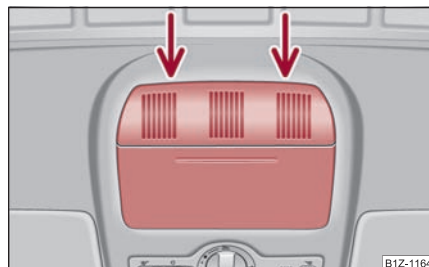

Abb. 46 Ausschnitt des Dachhimmels: Ansatzpunkte des Schraubendrehers
- Setzen Sie einen Schraubendreher mit der flachen Klinge vorsichtig an der hinteren Seite der Abdeckung für den elektrischen Antrieb ⇒ Abb. 46 an.